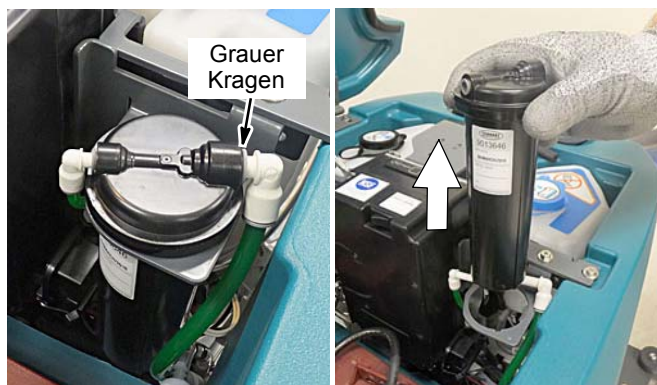

ABB. 91
3. Trennen Sie die zwei Schlauchanschlüsse von der Oberseite der Patrone, indem Sie die schwarzen Manschetten nach innen und die Stecker nach außen drücken (Abbildung 91). Heben Sie die Patrone an, um sie zu entfernen.